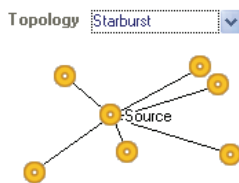

图 13-19 中心放射连线最短方式
(7) Starburst——中心放射连线最短方式，如图 13-19 所示。该方式是指网络中的每个节点都直接和起点相连接。如果设计者指定了终点，那么终点不直接和起点连接；如果没有指定起点，那么系统将试着轮流以每个节点作为起点去连接其他各个节点，找出连线最短的一组连接作为网络的飞线。